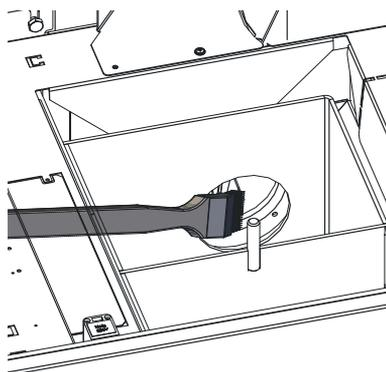

Fig. 50 Gebläserad reinigen und aussaugen
- ▶ Gebläserad mit Pinsel reinigen – Fig. 50.